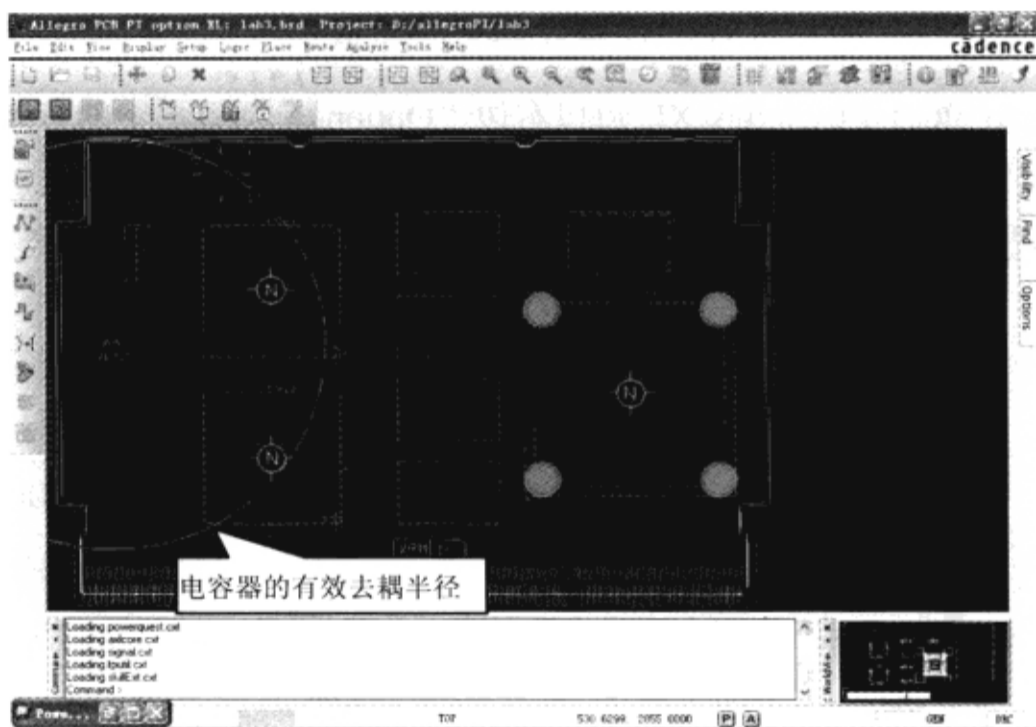

图 9-7-29 电容器的有效去耦半径
(4) 根据电容器的有效去耦范围，在 Allegro PCB PI option XL 窗口中移动图标，在合适的地方单击鼠标左键摆放电容器。同时还可改变电容器的有效去耦范围，即环绕电容器的圆圈大小，根据去耦效果的影响范围来进行电容器的布局，默认设置为 0.005（1/200），这意味着电源完整性工具会计算出电容器串联谐振频率的波长（以米为单位）。电源完整性工具会把有效波长值当做倍增因数来计算所考虑的波长部分，默认值为波长的 1/200，电源完整性工具会把这个值转化为在 PCB 文件中所设置的单位长度，这个数值将会转化为圆圈的半径并在窗口中显示，如图 9-7-29 所示。